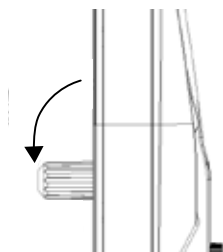

Fig.6
1. Premere di 90° verso il basso il vano della cartuccia CO₂, che si trova nel coperchio e rimuovere il vano (fig. 6).